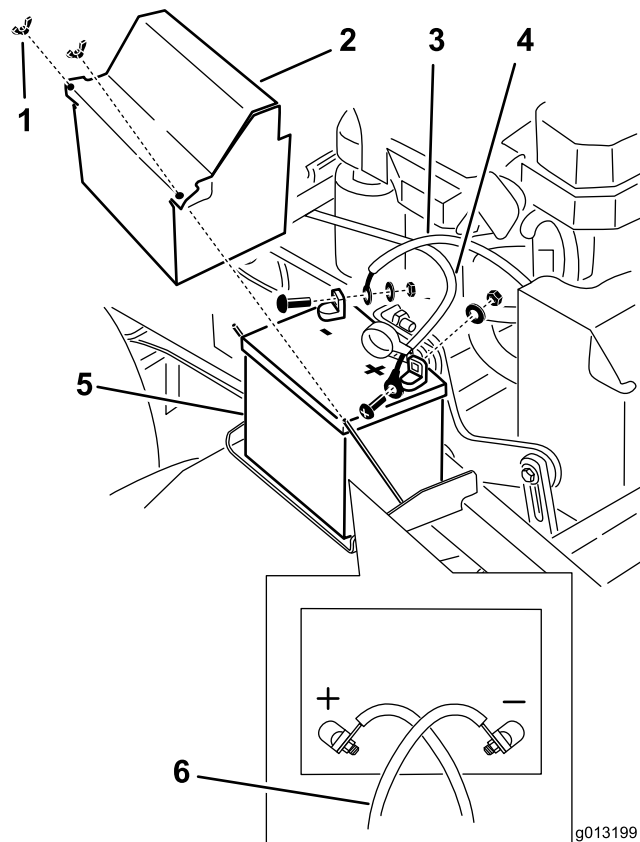

Figura 53
3. Desligue o cabo negativo da bateria do terminal negativo (-) da bateria (Figura 53).
4. Retire a protecção do terminal vermelho do terminal positivo (vermelho) da bateria. Em seguida, retire o cabo positivo (vermelho) da bateria (Figura 53).
5. Retire a placa de suporte da bateria e guarde todas as peças (Figura 53) e retire a bateria.
1. Coloque a bateria na máquina (Figura 53).
3. Primeiro, instale o cabo positivo (vermelho) da bateria no terminal positivo (+) da bateria com uma porca, anilha e perno (Figura 53). Coloque a protecção de borracha no borne.
4. Em seguida, instale o cabo negativo da bateria e o cabo de massa no terminal negativo (-) da bateria com uma porca, anilha e perno (Figura 53).
Nota: Os cabos da bateria cruzam-se quando estão correctamente instalados (Figura 53).